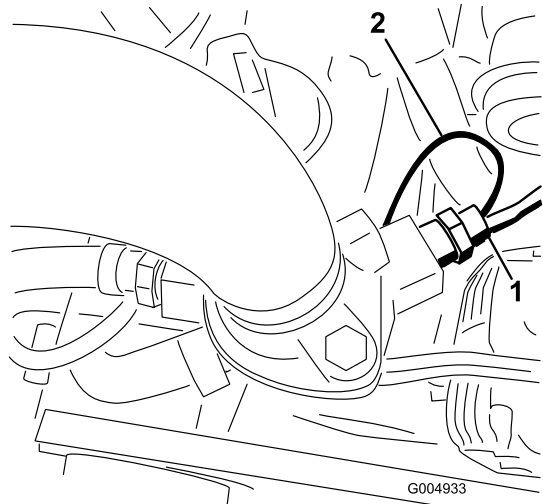

図 18
6. エンジンのサーモスタットハウジング右側に新しい2接点スイッチを取り付ける 図 18。